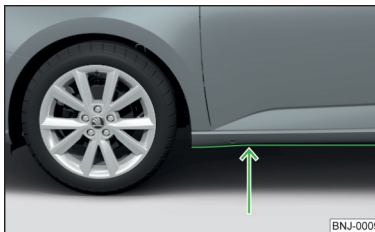

Рис. 124
- Перед подоланням водної перешкоди визначте глибину води. Рівень води повинен доходити лише до нижнього краю ребра лонжерону » **Рис. 124.**